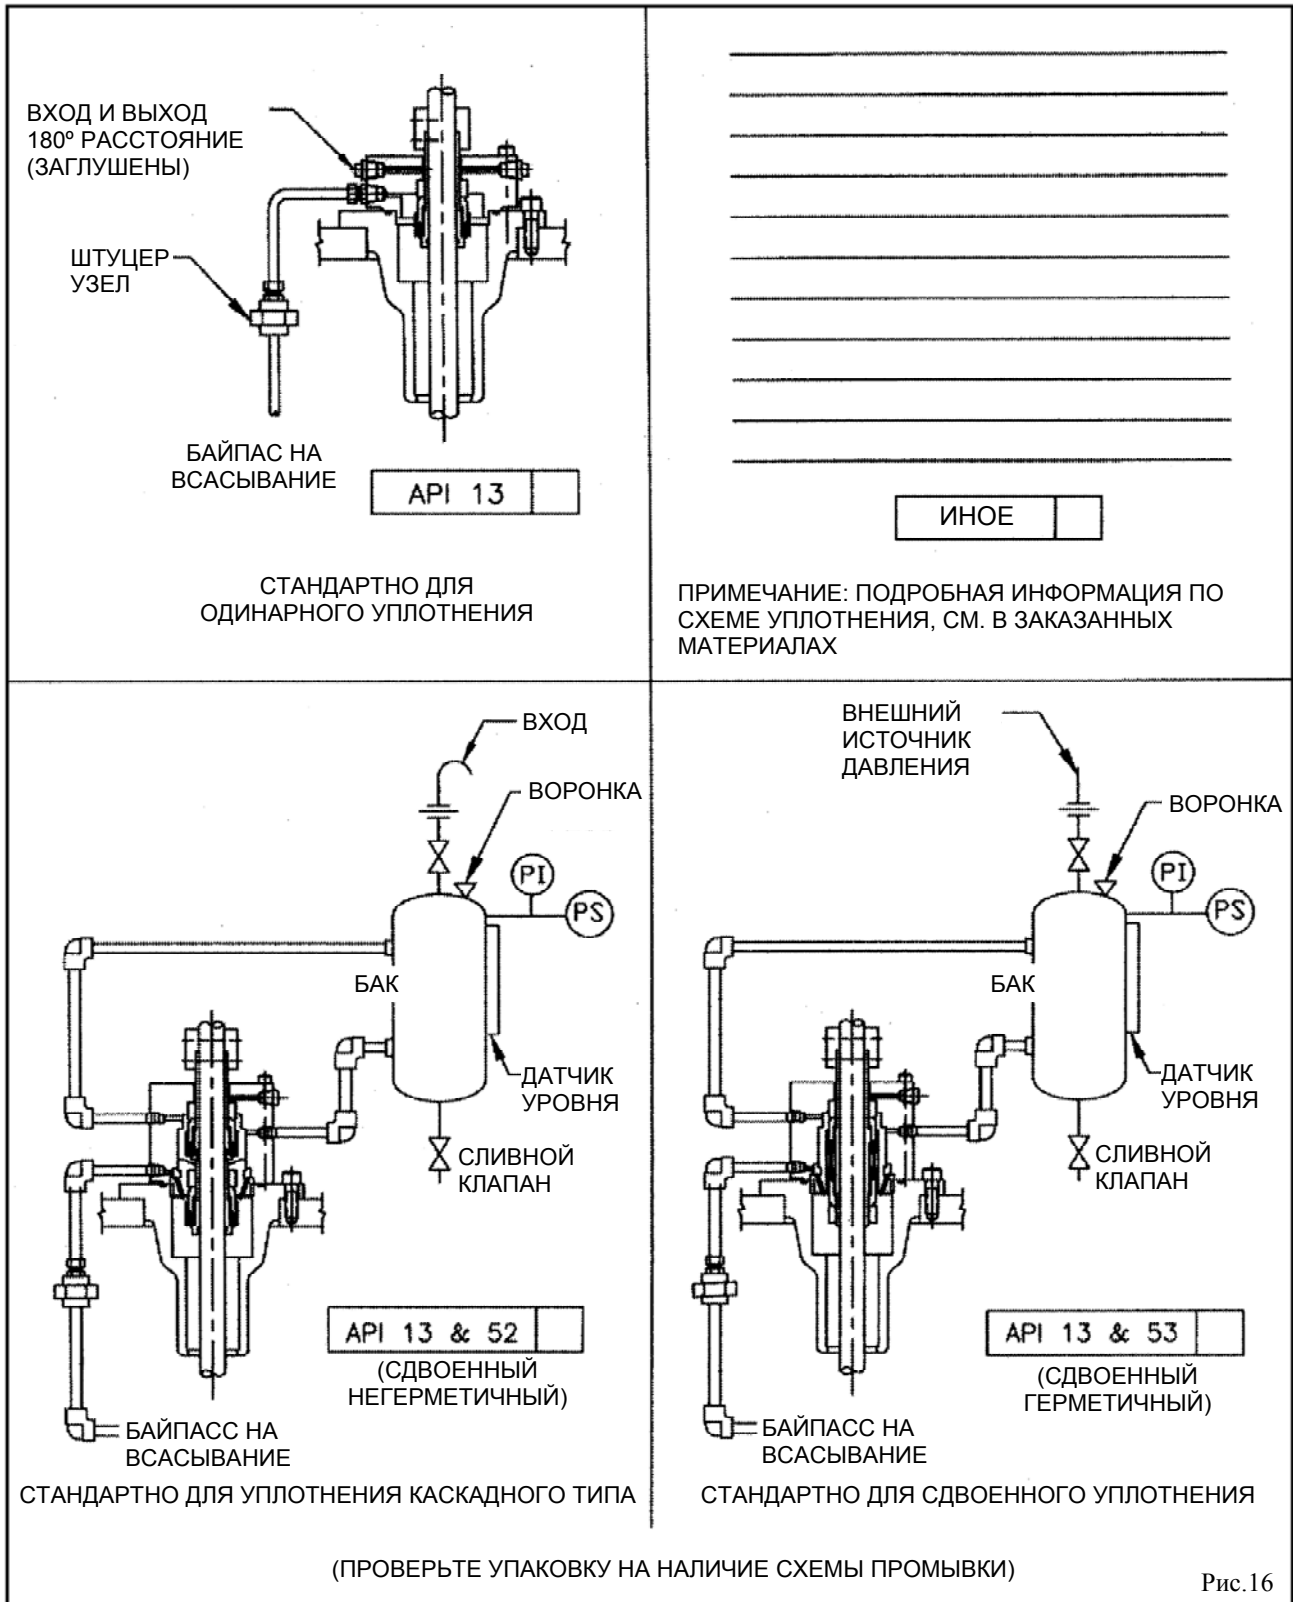

Рис.16
1. См. Рис. 16 чертежи по герметизации при промывке напором воды поставляются вместе с насосом.